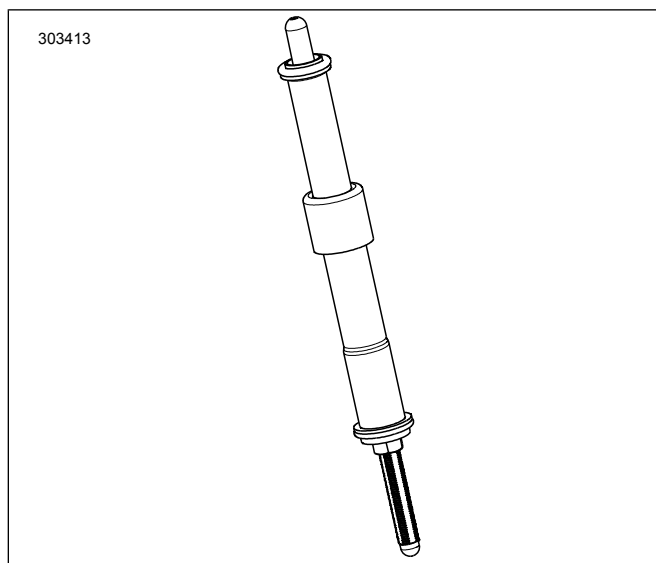

Figura 2. Asta delle punterie installata nel relativo coperchio
7. Vedere la figura 2. Installare le aste delle punterie di aspirazione nei relativi coperchi. Sostituire gli anelli di tenuta O-ring, il coperchio inferiore delle aste delle punterie e il dispositivo di fissaggio del coperchio della molla con i nuovi componenti presenti nel kit. Controllare che l'estremità con il registro dell'asta delle punterie sia abbassata.